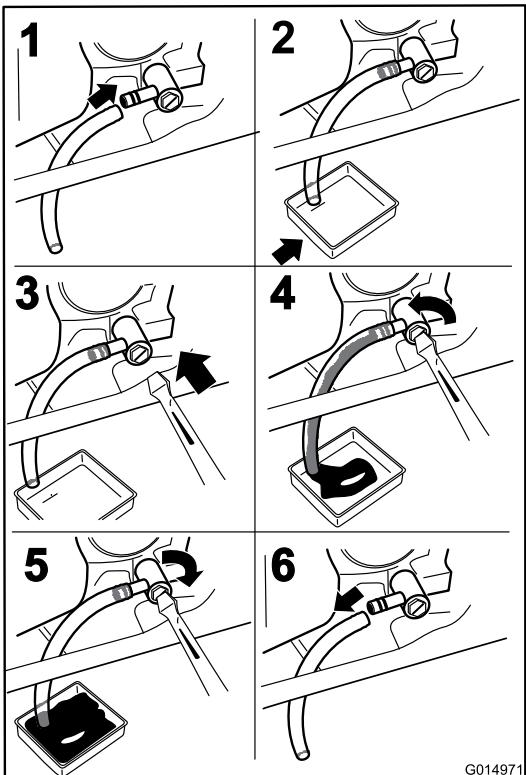

Figura 39
3. Prima di scendere dal posto di guida dell'operatore, spegnete il motore, togliete la chiave di accensione e attendete che si fermino tutte le parti in movimento (Figura 39).